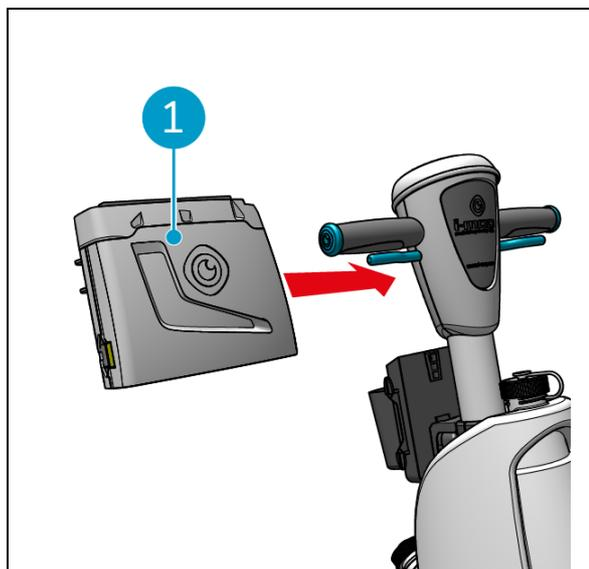

Figure 18
1. Faites glisser le contrôleur de poignée (Figure 18, pos. 1) sur le manche du i- mop XL.